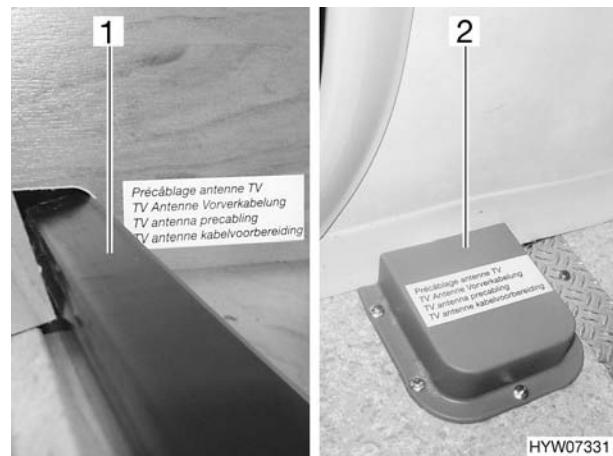

Fig. 70 Collegamento antenna, premontato
- nell'armadietto pensile (Fig. 70,1)
- nella cassetta di stivamento nel pavimento (Fig. 70,2)